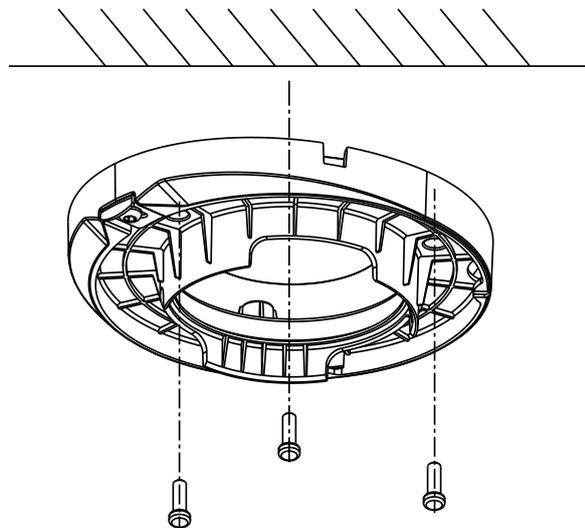

Рис. 4.4.1.1. Монтаж видеокамеры LTV-CDH-B9002L-V
4. Установите монтажное основание на поверхность и надежно зафиксируйте саморезами, как показано на рис.4.4.1.1.